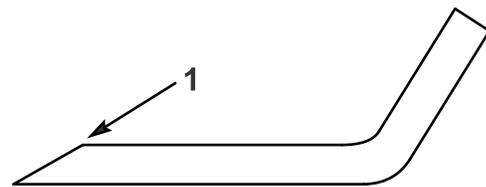

Figure 40
1. Au moyen d'une lime, aiguisiez les tranchants aux deux extrémités de chaque lame (Figure 40). Veillez à conserver l'angle de coupe d'origine. Limez la même quantité de métal sur les deux tranchants pour ne pas déséquilibrer la lame.